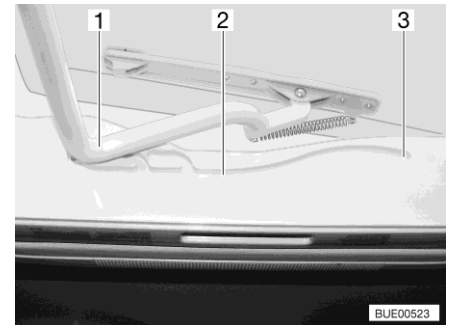

Fig. 108 Glissière (lanterneau Heki)
- Tirer l'étrier (Fig. 108,1) dans les glissières (Fig. 108,2) jusque dans la position la plus reculée (Fig. 108,3).
- Pousser l'étrier (Fig. 108,1) légèrement vers le haut avec les deux mains.
- Tirer l'étrier dans les glissières (Fig. 108,2) jusqu'à la position souhaitée.